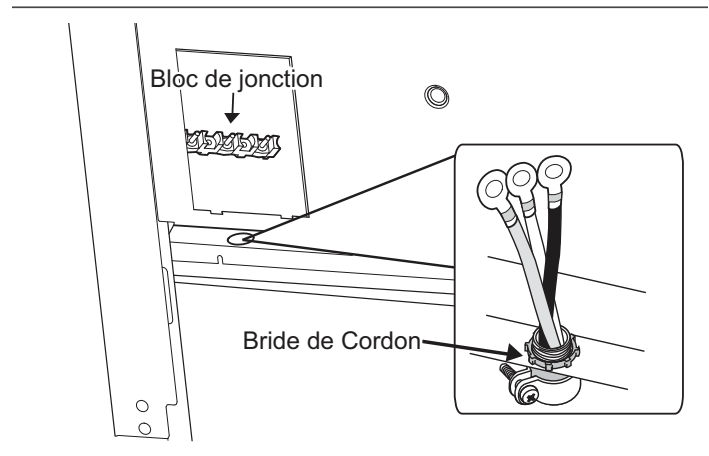

Figure 19 : Emplacement de la bride de cordon
1. Repérez le bloc de jonction à l'arrière de l'appareil et enlevez le couvercle (voir Figure 19).
3. Installez une bride de cordon (non fournie avec la cuisinière) dans le trou de 1 po (25,4 mm) de diamètre situé sous le bloc de jonction, dans le panneau arrière (voir Figure 19). Faites passer les fils par la bride de cordon.